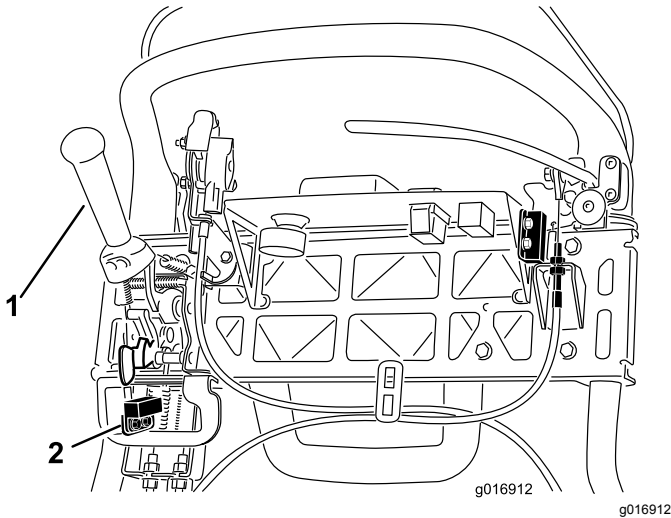

Bild 41
4. Lösen Sie die Befestigungsschrauben des Sicherheitsschalters (Bild 41).
5. Legen Sie eine 1,6 mm dicke Unterlegscheibe zwischen den Fahrtriebshebel und den Sicherheitsschalter (Bild 41).